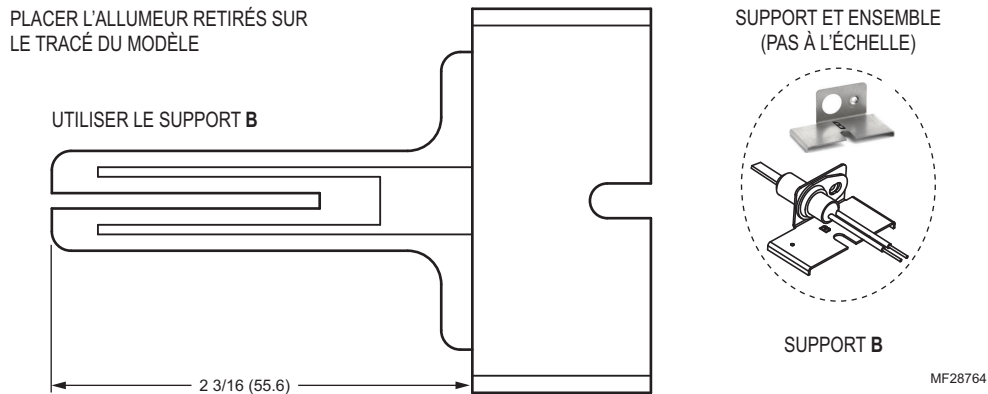
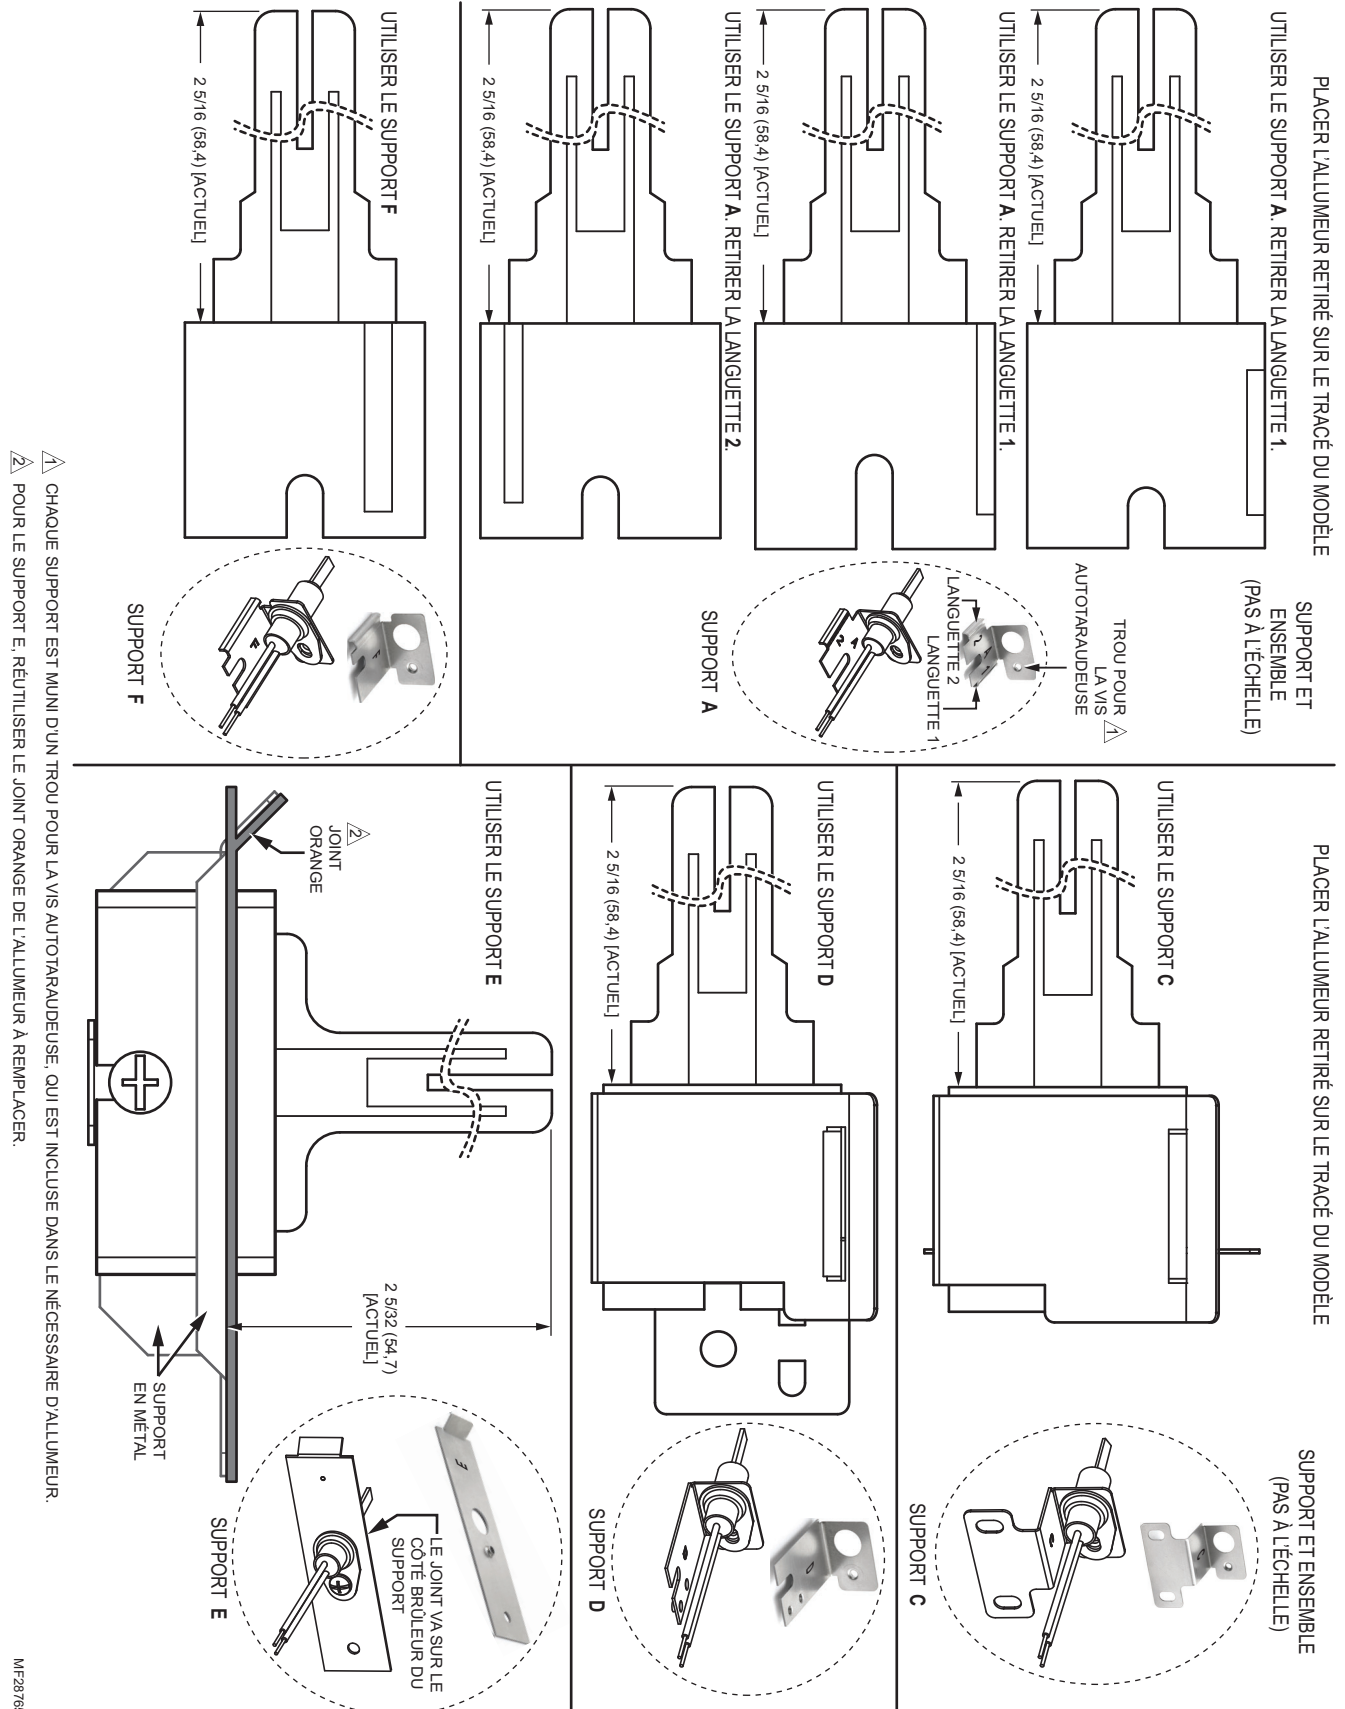

Fig. 2. Modèle de support d'allumeur B; dimensions en pouces (mm).
Fig. 3. Modèles de support d'allumeur A, C, D, E et F; dimensions en pouces (mm).
2. En utilisant les modèles de sélection de support (Fig. 2 et Fig. 3), le tableau de référence (Tableau 1) et l'ensemble d'allumeur d'origine, placer l'allumeur sur les modèles pour sélectionner le support à utiliser pour l'installation.
^b Pour les allumeurs nécessitant le support A, utiliser le modèle (Fig. 3 à la page 4) pour déterminer la languette à retirer.